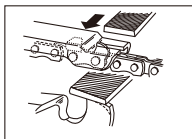

Fig. 23
**ADVARSEL:** En slipt kjede gir godt definerte fliser. Når sagen din starter å produsere sagflis, er det på tide å slipe den. Etter hver tredje til fjerde gang kutterne har blitt slipt, må du sjekke høyden på dybdemålerne og, hvis nødvendig, senke dem med den flate fila og malen som følger med, deretter avrunde fronthjørnet. (Fig. 23)